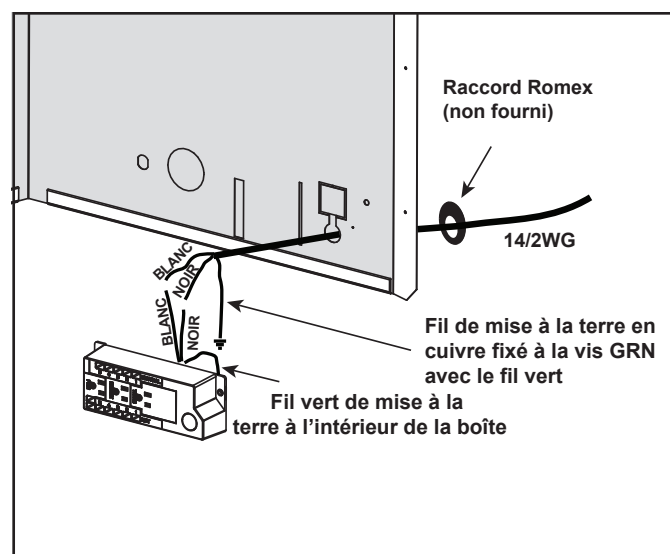

Figure 8.1 Détails de la boîte de jonction
- Enlevez la vis retenant la boîte de jonction/le réceptacle à l'enveloppe extérieure, tournez la boîte de jonction pour la dégager de l'enveloppe extérieure. Voir la figure 8.1.
- Introduisez les fils électriques depuis l'extérieur de l'appareil par cette ouverture, jusqu'au compartiment de vanne, et fixez avec un connecteur Romex. Voir la figure 8.1.